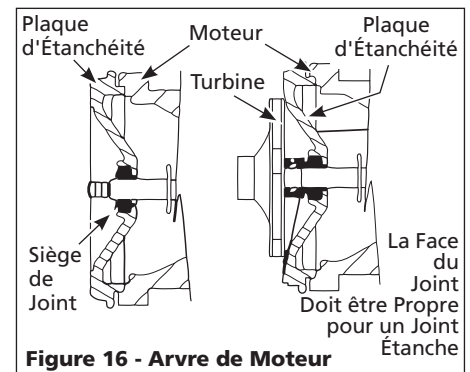

Figure 16 - Arbre de Moteur
4. Positionner la turbine sur l'arbre et bien serrer (Figure 16).